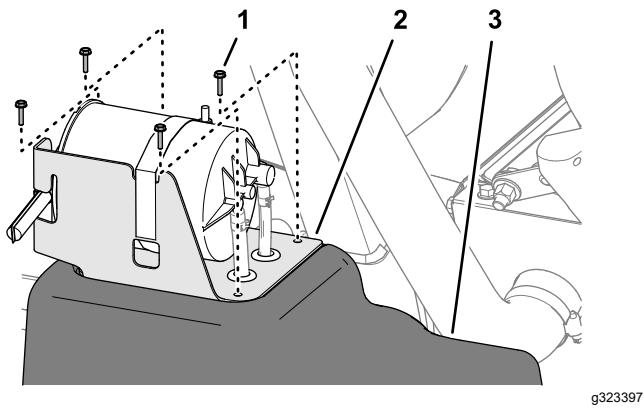

Figura 92
5. Alinee los orificios del soporte del cartucho de carbón con los orificios del depósito de combustible (Figura 92).
6. Monte el soporte en el depósito (Figura 92) con los 4 tornillos (N.º 10 x $\frac{3}{4}$ "').